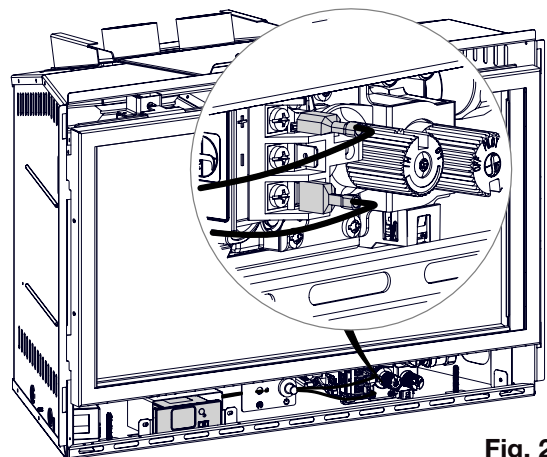

Fig. 2
- Raccordez les fils du récepteur aux bornes « TPTH » et « TH » de la valve (**Fig. 2**).